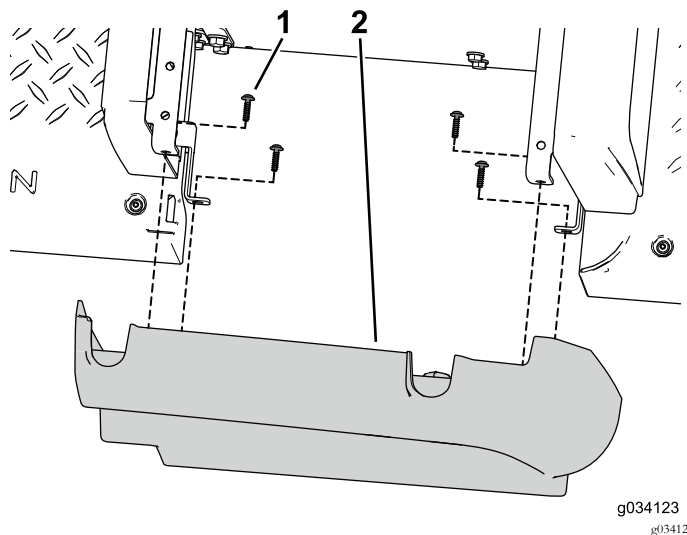

Figura 43
- Utilice los 8 tornillos autorroscantes (3/32" x 7/8") para sujetar los paneles lateral derecho e izquierdo del kit a los paneles de la base del asiento delantero (Figura 43).